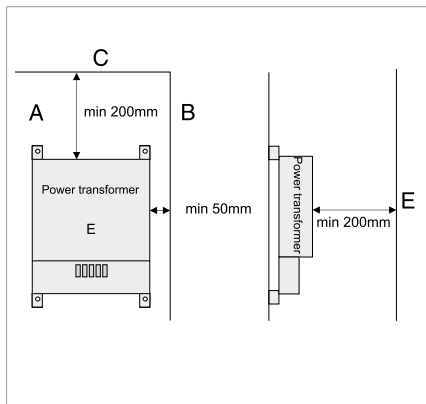

Fig. 2
Un fusibile difettoso di solito indica un corto circuito o un sovraccarico dell'uscita 12 V. Ciò viene segnalato da un LED rosso acceso accanto al fusibile (vedi fig. 2) quando un dispositivo è collegato.
Riaccendete l'unità (vedi fig. 2). Se il fusibile dovesse scattare di nuovo rivolgetevi ad un centro di assistenza autorizzato per i convertitori CA/CC Dometic.
- Installare il convertitore CA/CC in un luogo ben arieggiato e protetto dall'umidità. Per ottenere un'ottimale dissipazione del calore, il dispositivo deve essere montato verti calmente (vedi fig. 2).
L'installazione ottimale di un convertitore CA/CC è in posizione verticale (fig. 2). La temperatura ambientale massima non deve superare i 50°C.